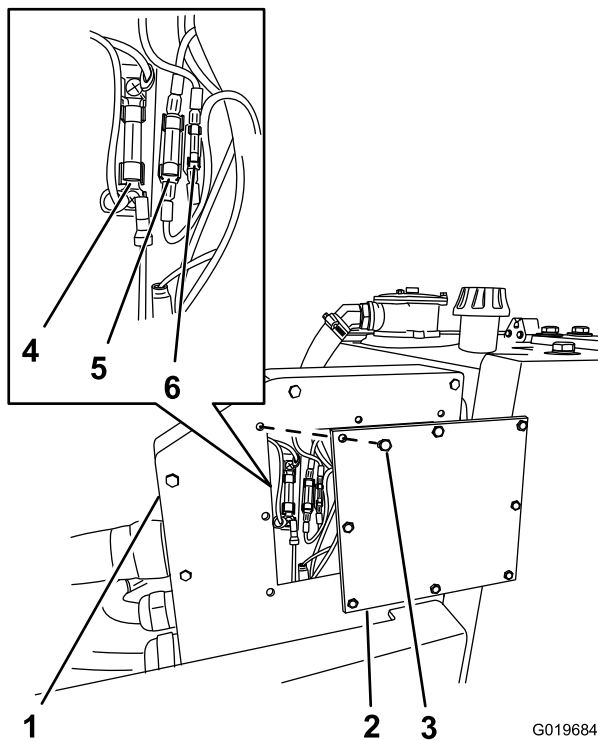

Figure 72
un fusible grillé, recherchez une anomalie de fonctionnement ou un court-circuit de composant ou de circuit. La Figure 72 montre la position des fusibles dans le boîtier de raccordement.
5. Retirez les 8 boulons qui fixent le panneau auxiliaire au boîtier de raccordement. Déposez le panneau auxiliaire et le joint (Figure 72).
7. Fixez le panneau auxiliaire sur le boîtier de raccordement à l'aide des 8 boulons retirés à l'opération 5 (Figure 72).
6. Vérifiez si des fusibles sont endommagés (grillés) ou si un circuit est coupé; voir Figure 72.